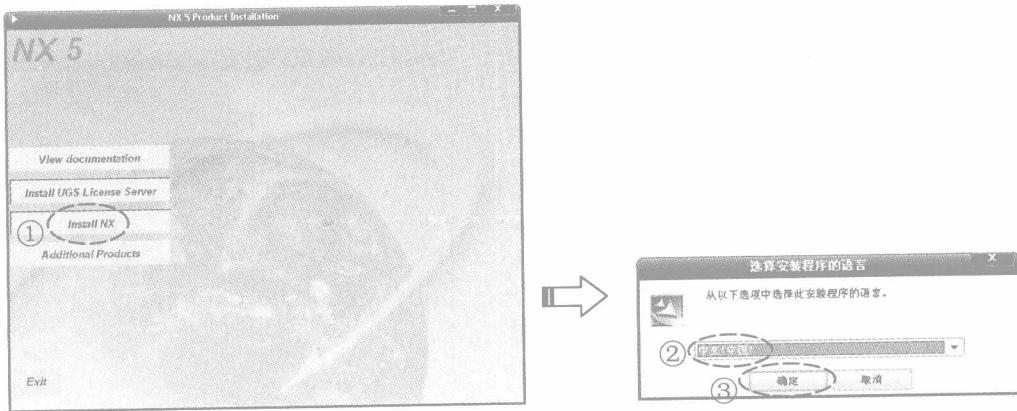

图 1-10 选择安装程序的语言
(12) 在『NX5 Product Installation』对话框中单击 **Install NX** 按钮，弹出『选择安装程序的语言』对话框，然后以图 1-10 所示的指引进行操作。